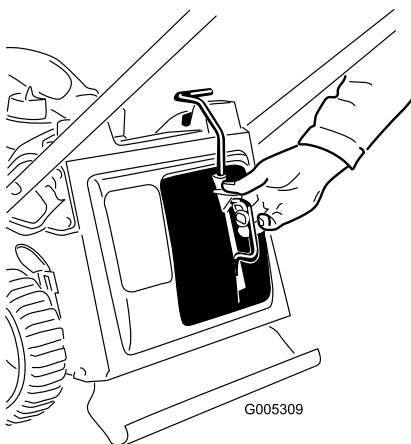

Figura 23
1. Retire el tapón de mulching (Figura 23).